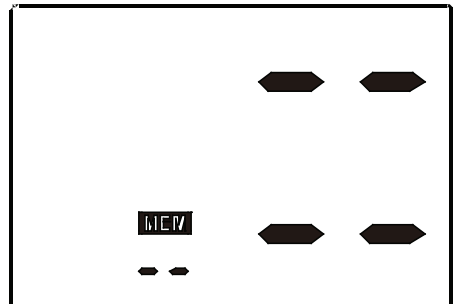

Abbildung 7-5
- c. Nachdem die gewünschte Speichereinheit ausgewählt wurde, zeigt das Display den Mittelwert der letzten drei Messungen an, die in dieser Speichereinheit gespeichert wurden. Siehe Abbildungen 7-3 & 7-4. Wenn zuvor kein Wert gespeichert wurde, zeigt das Display die in Abbildung 7-5 abgebildeten Striche an.